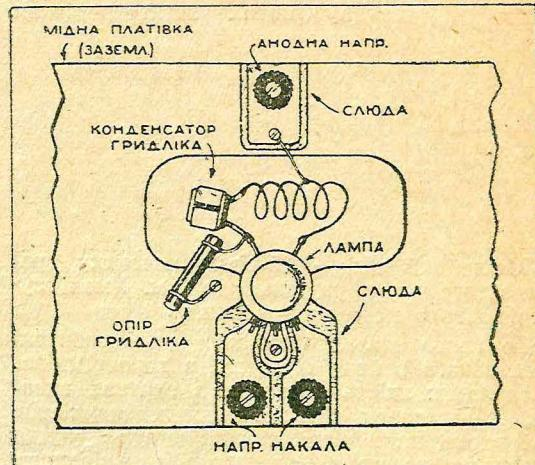

Рис. 10
3. Елементи контурів і деталей схеми треба розташовувати безпосередньо поблизу від лампи (див. рис. 10).